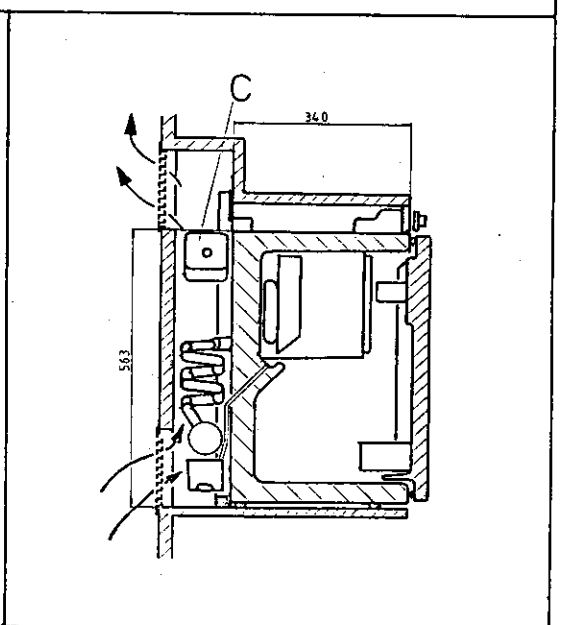

Fig. 10
Ventilatie van het koelaggregaat gebeurt door middel van twee openingen in de caravanwand (Fig. 10). Verse buitenlucht treedt door de onderste opening in en, verwarmd, door de bovenste opening weer uit de aggregaatruimte.
Het onderste opening moet zo dicht mogelijk bij de nisbodem aangebracht worden, het bovenste opening zo ver mogelijk boven de condensator (C) van het koelaggregaat, Fig. 10.
Afvoeren van verbrandingsgassen (Alt. I), Fig. 10.